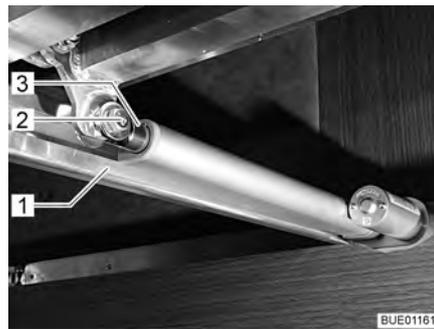

Fig. 97 Entraînement
- Couper la connexion (Fig. 97,2) entre la tige de poussée (Fig. 97,3) et le sommier à lattes (Fig. 97,1).